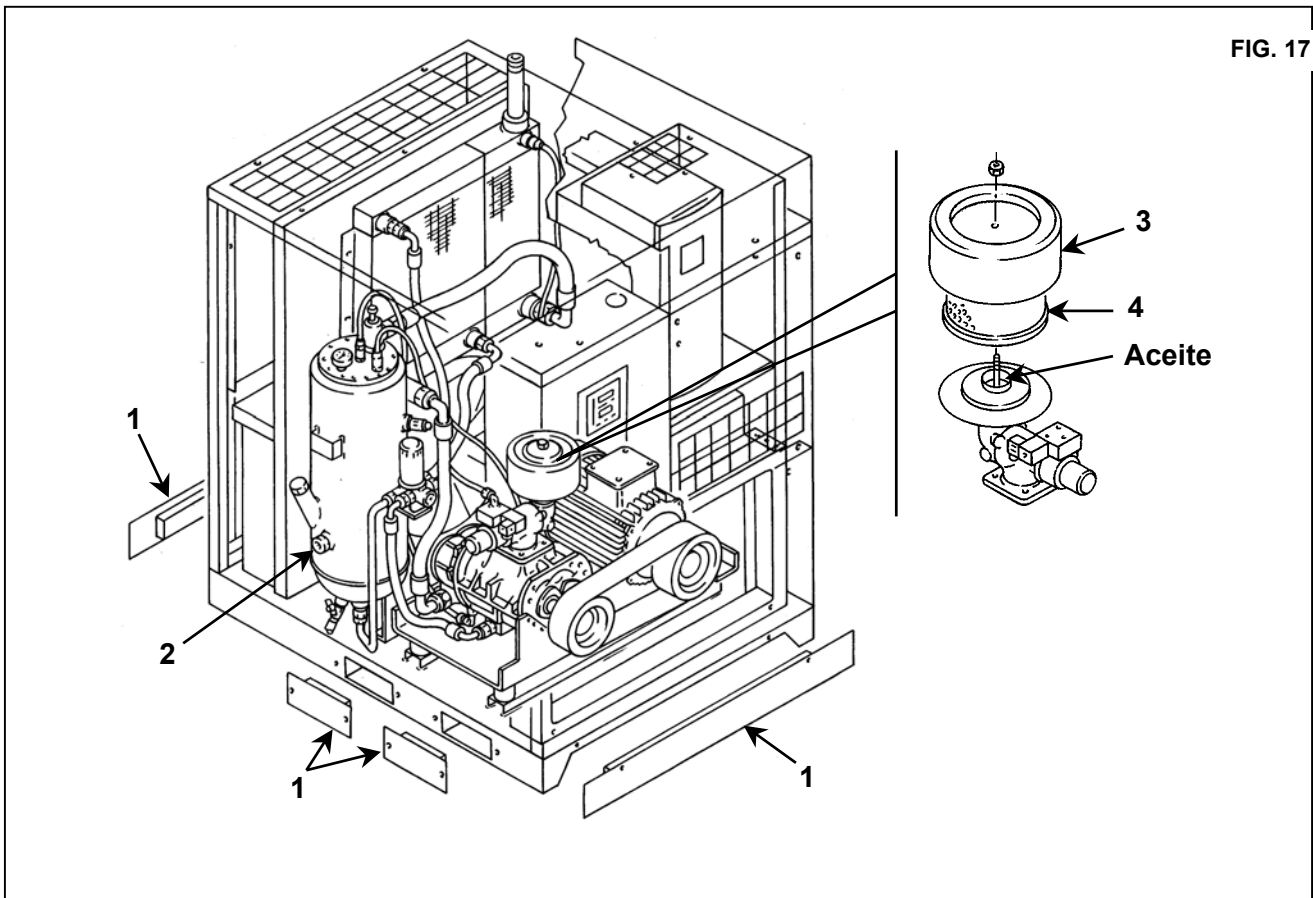

FIG. 17
Después de haber efectuado todos los controles previstos en el Cap. 12, seguir las instrucciones de la Fig. 17.
- Instalar los paneles de insonorización Ref. 1 Fig. 17.
- Controlar el nivel de aceite Ref. 2 Fig. 17; la máquina se suministra llena de aceite; si el nivel de aceite no estuviera en el nivel previsto, rellenar con aceite idéntico al original.
- Quitar el tapa Ref. 3 Fig. 17
- Quitar el filtro de aire Ref. 4 Fig. 17.
- Volver a montar el filtro del aire Ref. 4 Fig. 17.
- Volver a montar el tapa Ref. 3 Fig. 17.